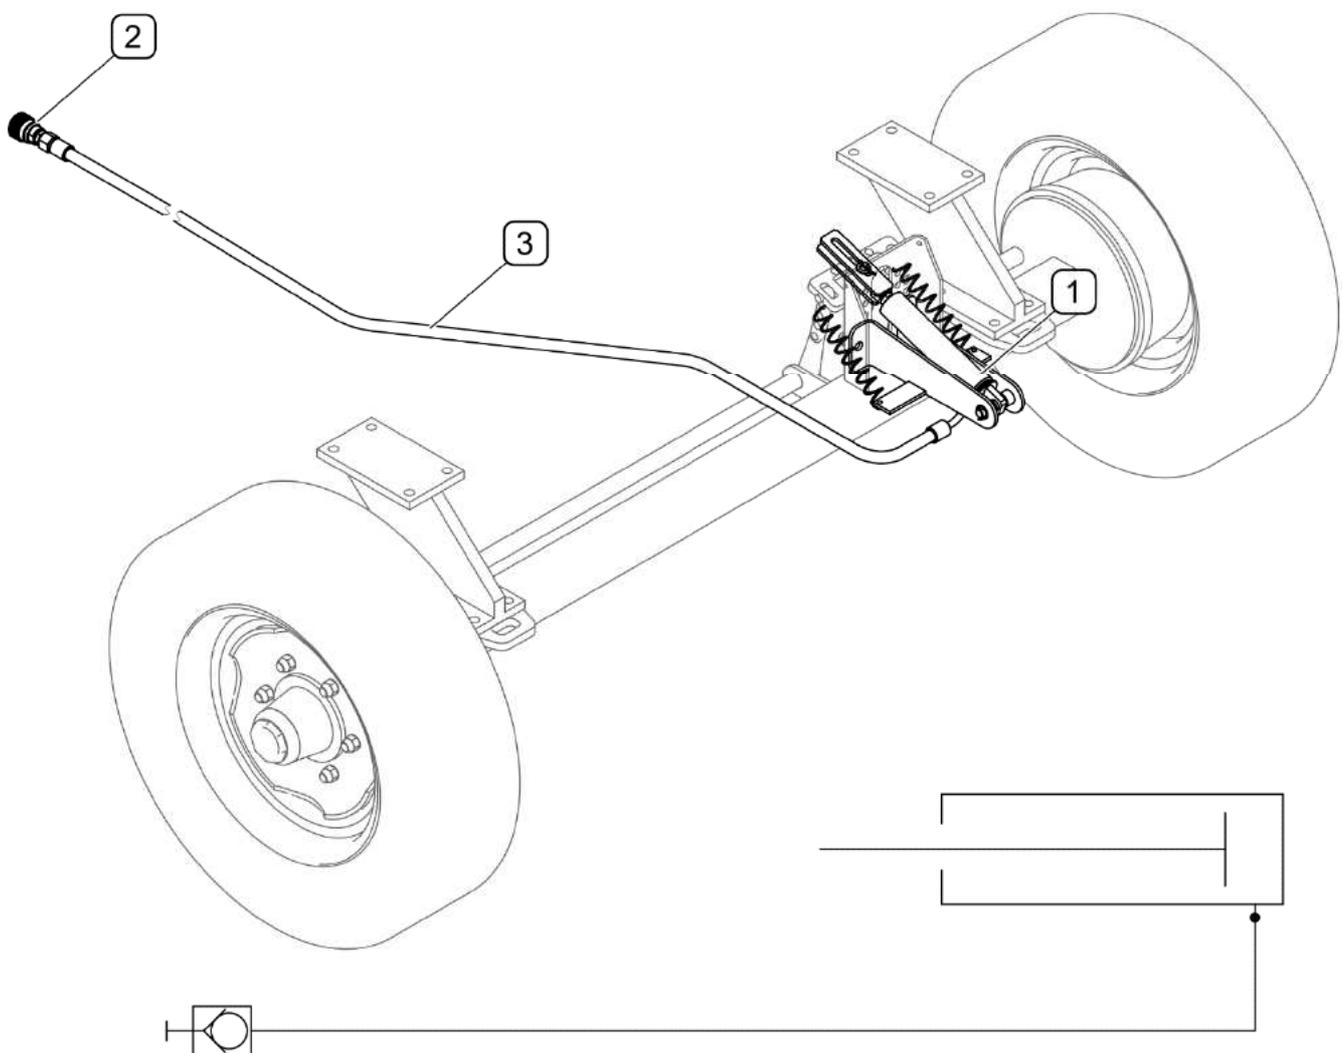

ABB. 3.6 Aufbau der hydraulischen Bremsanlage (Option)
(1) - Hydraulikzylinder; (2) - Schnellkupplung; (3) - Hydraulikleitung
Wahlweise kann die Kehrmaschine mit einer hydraulischen Bremsanlage (ABB. 3.6) ausgerüstet werden, die sich aus dem Hydraulikzylinder (1), der Schnellkupplung (3) und der Hydraulikleitung (3) zusammensetzt.